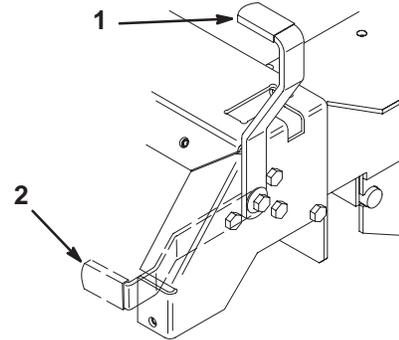

Bild 10
1. Schieben Sie die Fahrtriebshebel (Bild 10) in die arretierte Leerlaufstellung.
2. Ziehen Sie den Feststellbremshebel nach hinten und oben, um die Feststellbremse zu aktivieren (Bild 10).
Drücken Sie den Feststellbremshebel nach vorne und unten, um die Feststellbremse zu lösen (Bild 10).